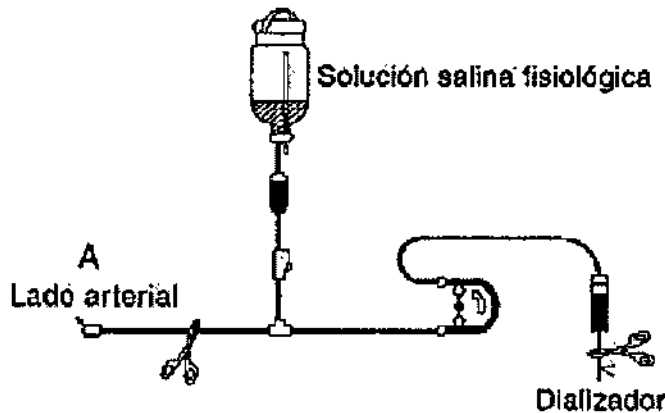
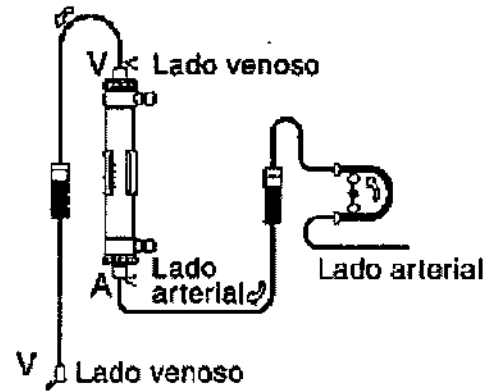

Figura 3.4.2: Conexión del frasco de solución salina fisiológica al lado arterial (A).
Figura 3.4.3: Conexión de líneas arterial y venosas al dializador.
2. Conectar el conector del dializador arterial y venoso en el dializador. Conectar la línea arterial del paciente en el frasco de solución salina fisiológica (por ejemplo, 1.000 [ml]) (figura 3.4.2). Accionar la bomba de sangre arterial a un flujo de 200 [ml/min]. (volumen aconsejado: 500 [ml]) (figura 3.4.3).